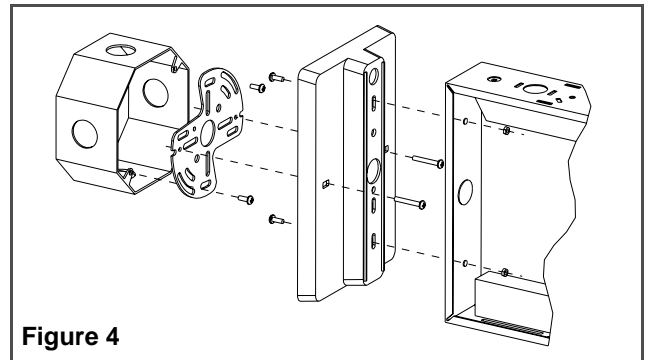

Figure 4
- e. Assembler le pavillon à l'enseigne. Pour ce faire, défoncer les débouchures et fixer la pavillon au boîtier à l'aide des vis (voir fig. 4).